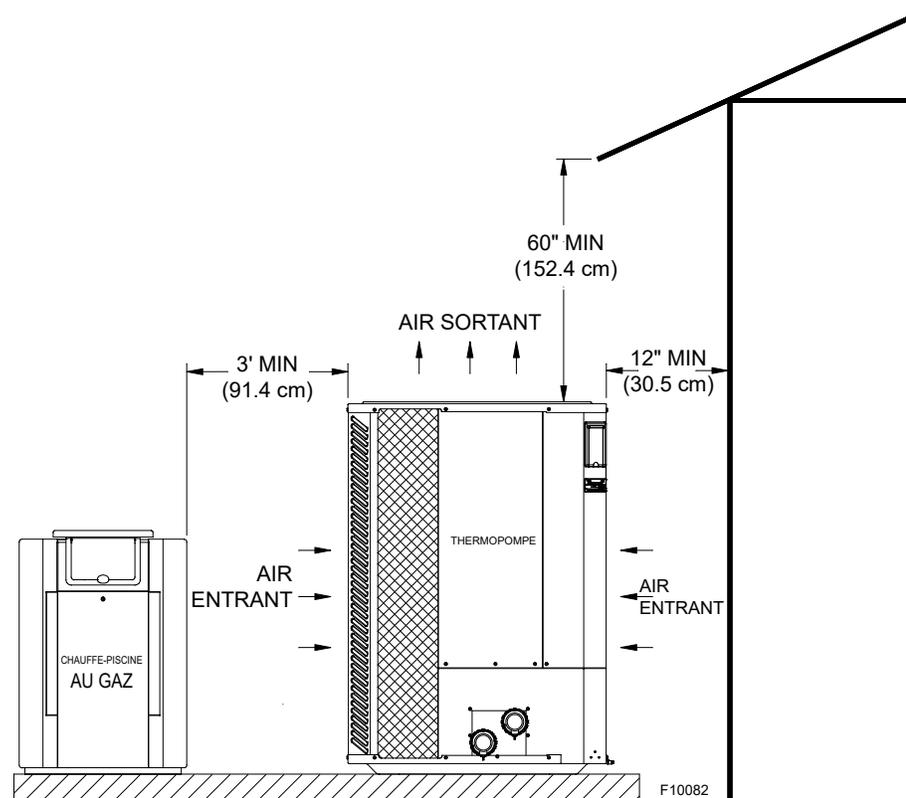

Figure 1. Dégagements d'installation
- Afin de maximiser le silence de fonctionnement, cet appareil produit une décharge d'air ascendante: L'air est tiré vers le haut à travers l'évaporateur puis est évacué par la grille supérieure. À cette fin, prévoyez un dégagement d'au moins 5 pi (1,5 m) au-dessus de l'appareil, afin de ne pas restreindre l'évacuation d'air. N'installez JAMAIS l'appareil sous un porche ou une terrasse. voir **Figure 1**.